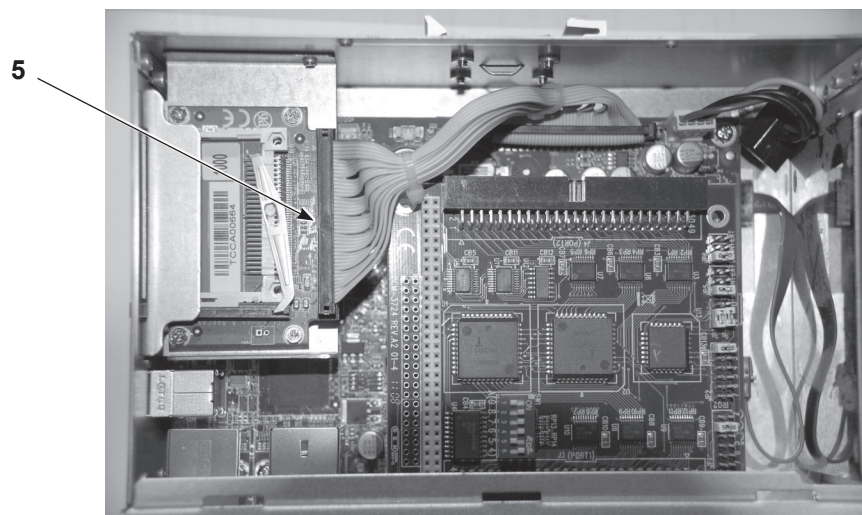

Abbildung 5-8 CompactFlash Adapter trennen
4. Siehe Abbildung 5-8. Das Flachbandkabel (5) vom CompactFlash Adapter trennen, um Zugang zur Batterie zu erhalten.